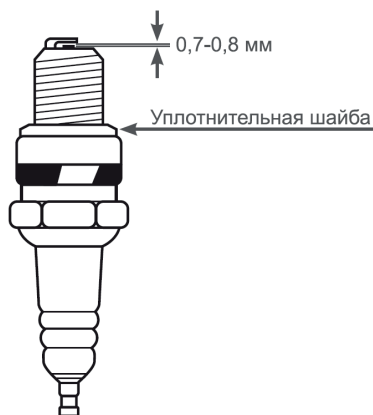

Рис. 29. Обслуживание свечи зажигания
4. Измерьте зазор между электродами свечи зажигания специальным щупом. Зазор должен быть 0,7-0,8 мм, см. Рис.29. При увеличении, или уменьшении требуемого зазора, рекомендуется заменить свечу, так как регулировка зазора может привести к изменению качества искрообразования.
При установке новой свечи зажигания для обеспечения требуемой затяжки, заверните свечу ключом на  $\frac{1}{2}$  оборота после посадки буртика свечи на уплотнительную шайбу. При установке бывшей в эксплуатации свечи зажигания, для обеспечения требуемой затяжки заверните свечу ключом на  $\frac{1}{4}$ -  $\frac{1}{8}$  часть оборота после посадки буртика свечи на уплотнительную шайбу (Рис.29).